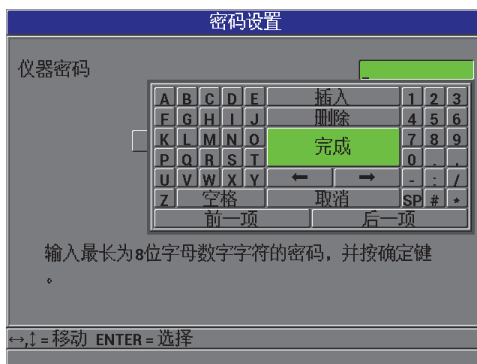

图 5-10 密码设置屏幕
2. 在**密码设置**屏幕中（参见第 93 页的图 5-10），可在**仪器密码**栏区中，输入最多包含 8 个字母数字字符的密码。